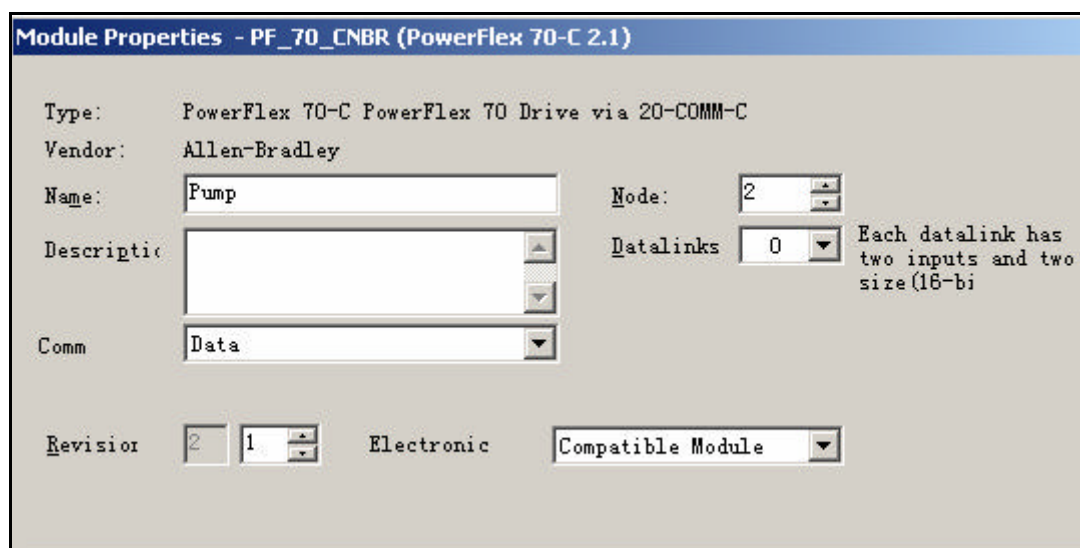

图 4-57 模块属性对话框
8. 点击 OK ,弹出如图 4-57 所示的模块属性对话框 ,设置模块名称以及在 ControlNet 上的节点地址和数据链路等参数。